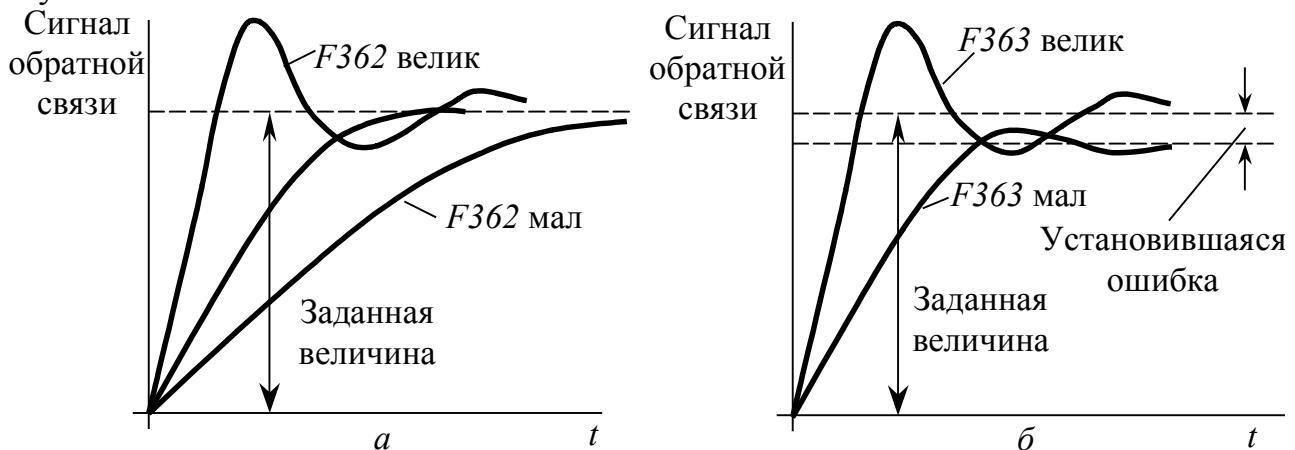

Рис. 5.12 Влияние настроек параметров регулятора на качество регулирования (реакция на скачок задания)
Величина пропорционального коэффициента передачи *F362* определяет компоненту выходного сигнала регулятора, пропорциональную текущей ошибке регулирования. Его увеличение ускоряет процесс регулирования, но может привести к колебаниям и перерегулированию (рис. 5.12а). Благодаря инте-
гральному коэффициенту $F363$ устраняется установившаяся ошибка регулирования, однако чрезмерно большая его величина также может стать причиной возникновения колебания (рис. 5.12б). При необходимости интегральная составляющая может быть обнулена с помощью сигнала на логическом входе, на который назначена функция $ICLR$ (65). Увеличение дифференциального коэффициента $F366$ ускоряет процесс регулирования, но также может привести к неустойчивости.